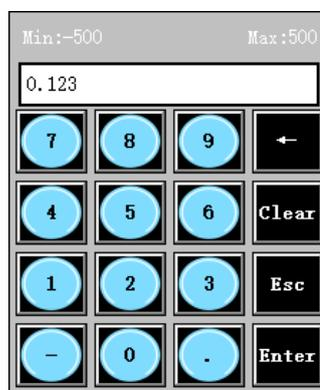

图 2.3-16 自定义键盘窗口
- ③ 设置完成后，保存并模拟运行工程，点击图 2.3-16 设置的输入框构件，将弹出 2.3-15 所示的自定义键盘窗口：